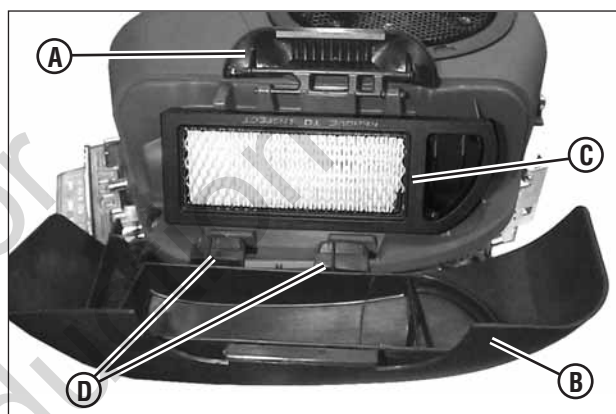

Figura 23: Abrindo a tampa do filtro de ar do motor (Motor Briggs mostrado)
- Puxe para cima e gire a trava do filtro de ar (A, Figura 23) para remover a tampa do filtro de ar (B).